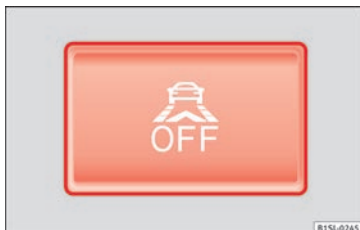

Fig. 155 En la parte inferior de la consola central: tecla para la función de asistencia de frenada en ciudad.
La función de asistencia de frenada en ciudad se ha conectado mediante el botón **OFF** **fig. 155.**
Dentro del área de funcionamiento de 5-30 km/h (3-19 mph): la función de asistencia de frenada en ciudad se ha desconectado mediante el botón  OFF » » fig. 155.	Conectar la función de asistencia de frenada en ciudad mediante el botón  OFF » » fig. 155.
- Pulse la tecla »» fig. 155 en la consola central.